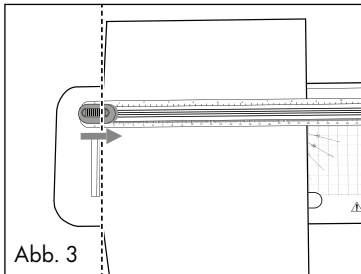

Abb. 3
- 3) Benutzen Sie die Markierungen auf dem Schneidelineal **3**, um das Papier/die Folie exakt auszurichten, wenn Sie z. B. kürzen oder schräg schneiden möchten (siehe Abb. 3 und 4).